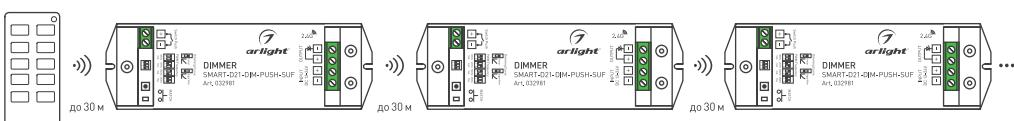

Рисунок 2. Ретрансляция сигнала от пульта ДУ (до 30 м на открытом пространстве)
- 3.11. Все диммеры автоматически ретранслируют сигнал от пульта ДУ или панели управления (рисунок 2). Растояние между диммерами на открытом пространстве может достигать 30 м.